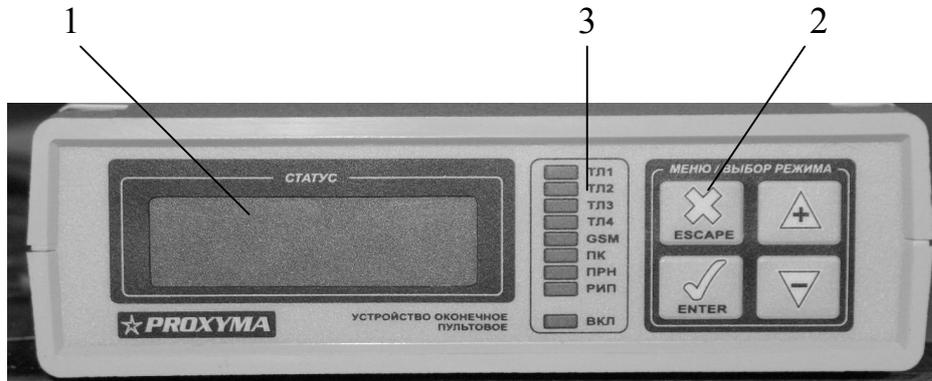
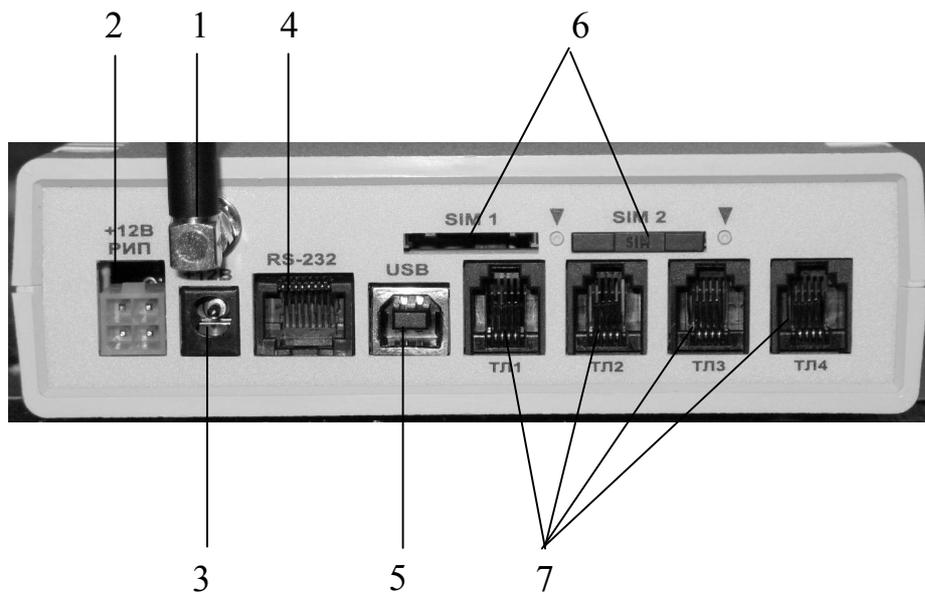

Рисунок 1
Рисунок 2
6.1 УОП-5-GSM состоит из корпуса, лицевой (рисунок 1) и задней (рисунок 2) панелей. На лицевой панели располагаются ЖКИ 1, клавиатура 2 и светодиодные индикаторы 3. Назначение индикаторов приведено в таблице 1.
6.2 На задней панели (рисунок 2) размещены: антенный разъём SMA 1, разъем для подключения РИП 2, цилиндрический разъем источника питания 3, разъем RS-232 4, разъем USB 5, держатели SIM карты 6, разъемы для подключения телефонной линии 7.